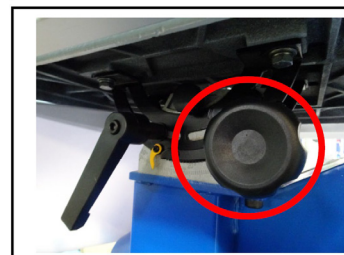

Figure 5
1. Débranchez le cordon d'alimentation. Desserrez les boutons de verrouillage (voir Figure 5) et inclinez la table vers la gauche jusqu'à ce qu'elle repose contre le boulon de butée de la table M8. (A, Fig. 6)